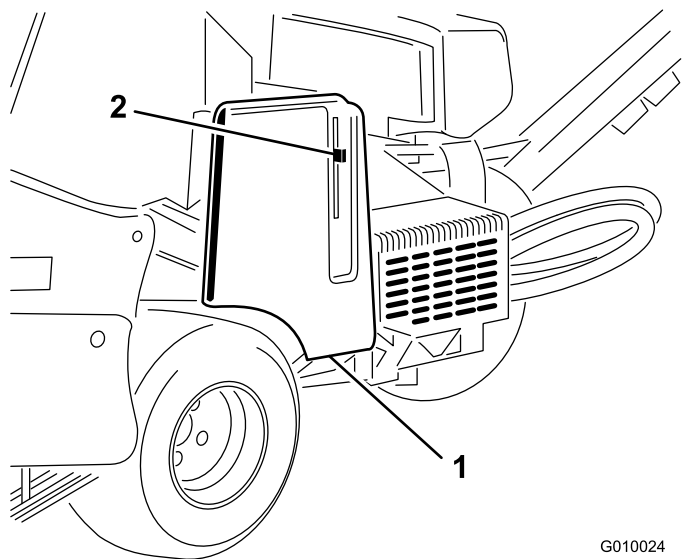

図 18
2. ベルトカバーのラッチを外し、カバーを取り外す 図 18。